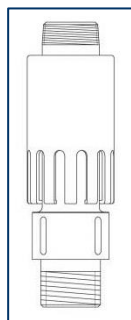

Abb. 3
9. Nach Einbau des letzten Steigrohres Übergangsadapter zum Brunnenkopf (s. Abb. 3) montieren und mit Klemmschraube sichern. Rohrverbindung wie dargestellt ausführen. Der Einbau eines Rückflussverhinderers oberhalb der Steigleitung wird wegen möglicher Wasserschläge dringend empfohlen.